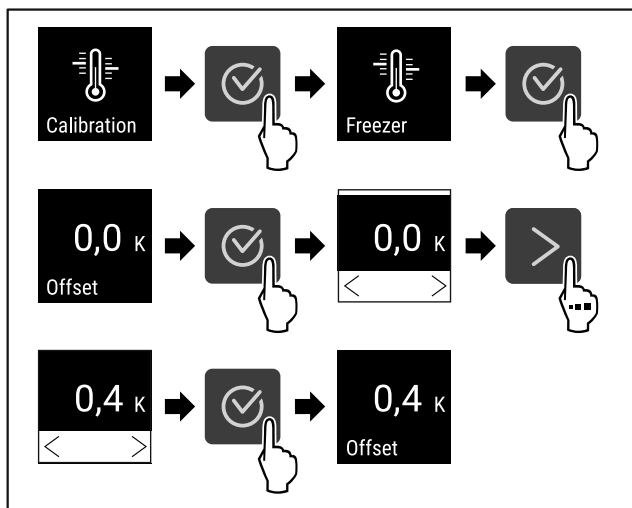

Fig. 95
- ▶ Atlikite veiksmus (žr. Fig. 95).